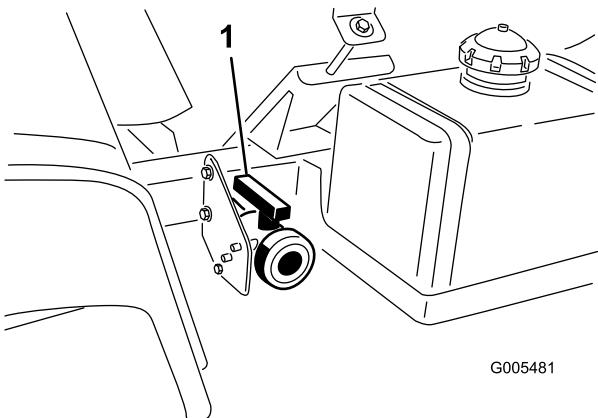

Figura 26
- Localize a válvula de escoamento do depósito no lado esquerdo da máquina (Figura 26). Esta válvula situa-se na estrutura à frente do depósito de combustível.